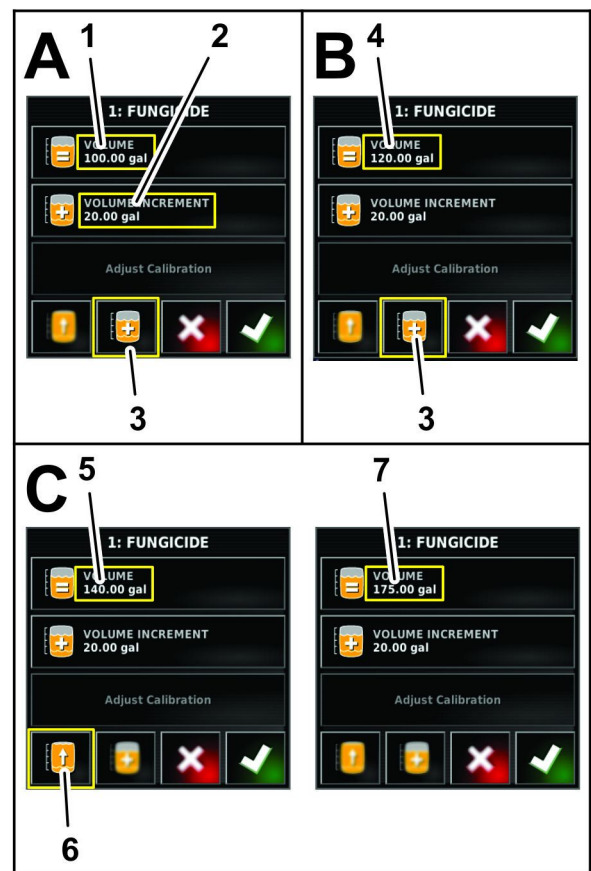

図 40
4. 薬剤を後からタンクに投入する場合には、容量追加アイコン 図 40を押します。
5. テンキーを使って薬剤などタンク内の水に追加するものの増加分を入力し、承認アイコンを押します 図 40。
6. 薬剤を後からタンクに投入する場合には、タンク内にその薬剤を投入したら、薬剤追加投入量アイコンを押します 図 40。
7. 複数の薬剤を混合タンクミックスする場合には、ステップ 6 を必要なだけ繰り返す 図 40。
**注** 水だけ、または水と薬剤をタンクに満量まで入れる場合には、満量まで入れるアイコンを押します 図 40。